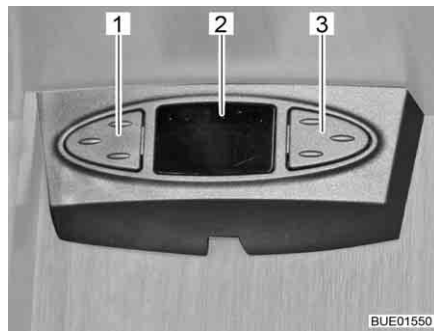

Bild 39 Satellitmus
Beroende på modell är satellitanläggningen försedd med en satellitmus. Satellitmusens indikatorer (Bild 39,2) visar den inställda kanalen. Via de båda knapparna kan satellitanläggningens grundläggande funktioner styras (sändarbyte, sätta igång/stänga av).
- Välja föregående sändare från sändarlistan: Tryck ner vänster knapp (Bild 39,1).
- Välja nästa sändare från sändarlistan: Tryck ner höger knapp (Bild 39,3).
- Växla mellan radio och tv: Tryck samtidigt kort på knapparna (Bild 39,1 och Bild 39,3).
- Till- och fränkoppling av mottagare: Tryck samtidigt kort på knapparna (Bild 39,1 och Bild 39,3) och håll ner dem.